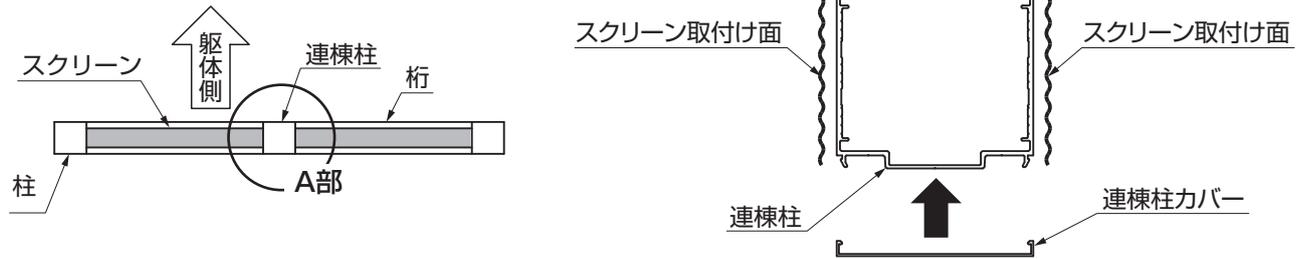
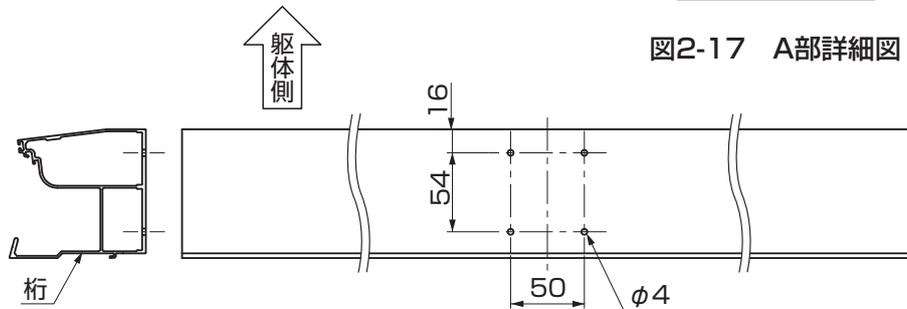
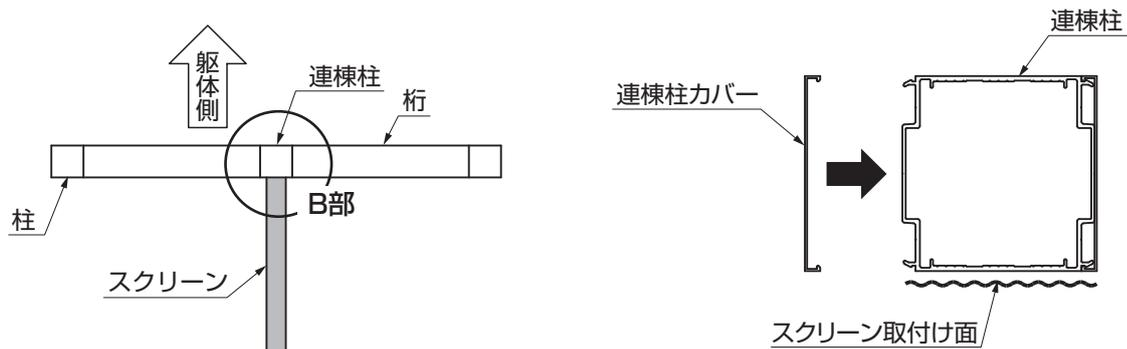
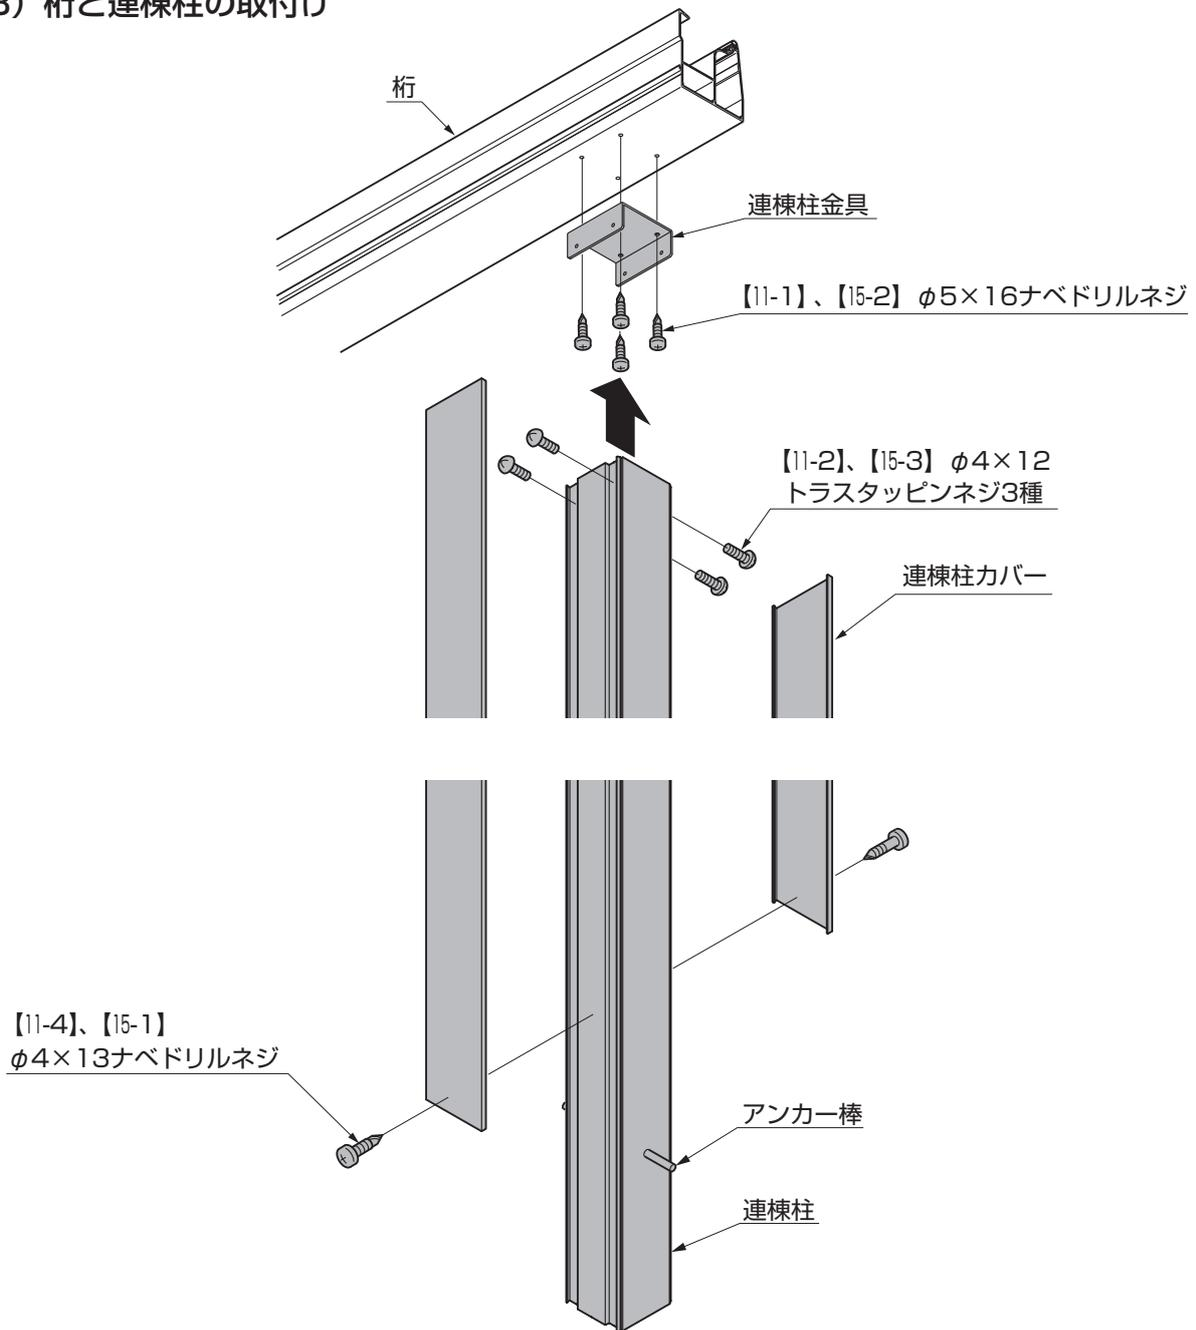

図2-17 A部詳細図
図2-18 桁の加工
図2-19 B部詳細図
図2-21
- 図2-21は標準、スクリーン平行取付け施工の場合の図です。スクリーン直角取付けの場合は、取付け方向が 90° ずれます。(図2-17、図2-18参照)
- ① 桁に $\phi 3.5$ の穴をあけてください。(図2-17、図2-19参照)
- ② 加工した桁に連棟柱金具を【11-1】、【15-2】で取付けてください。(図2-19参照)
- ③ 連棟柱にアンカー棒を差込み、連棟柱金具に【11-2】、【15-3】で取付けてください。
- ④ 連棟柱に連棟柱カバーをはめ込み、G.L.付近に【11-4】、【15-1】を取付けてください。